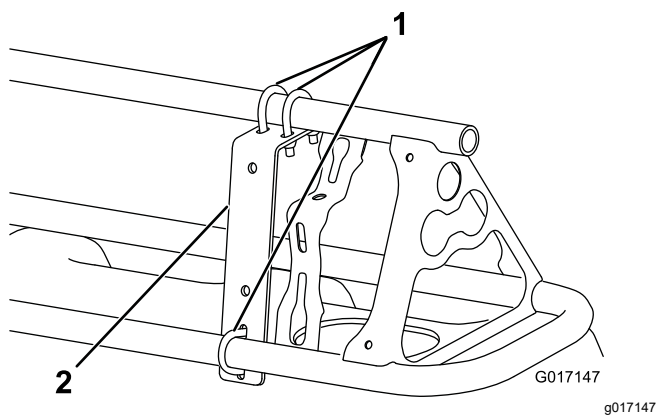
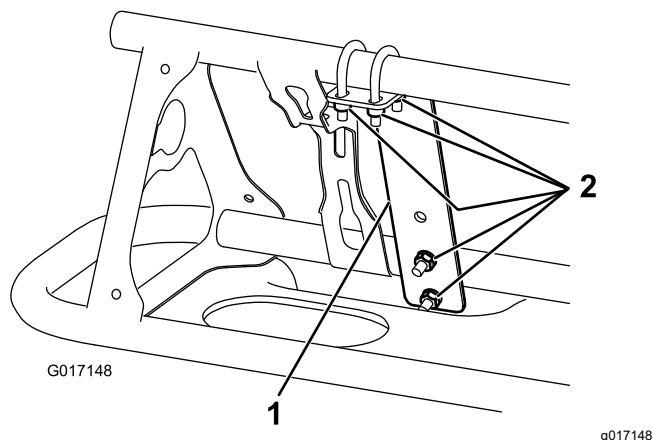

Figura 14
Figura 15
1. Montai un suport pe partea frontală a fiecărui bra, lângă duza din exterior (Figura 14 i Figura 15) cu 3 uruburi în U i 6 contrapiulie (1/4").